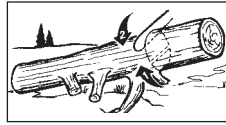

Abb. 16B
2. Stamm an einem Ende abgestützt: Schneiden Sie zuerst 1/3 des Stammdurchmessers von unten nach oben, um ein Absplittern zu vermeiden. Schneiden Sie dann von oben auf den ersten Schnitt zu, um ein Festklemmen zu vermeiden (Abb. 16B).